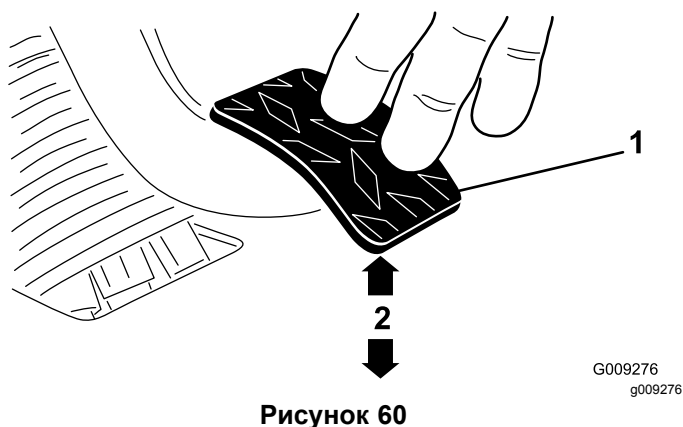

Рисунок 60
3. Регулируйте зажимные гайки или шарнир до тех пор, пока задняя кромка педали сцепления не будет находиться на расстоянии 9,2–9,8 см от верха доски пола с ромбовидным рисунком, когда к педали прикладывается усилие 1,8 кг (Рисунок 60).